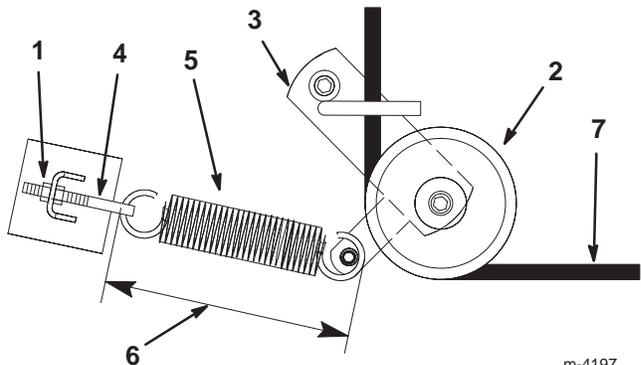

Bild 61
4. Lockern Sie die äußere Mutter an der Feder-Augenschraube (Bild 61).
6. Entfernen Sie die federgespannte Spannscheibe (Bild 61).
7. Führen Sie den neuen Riemen durch den Spannarm (Bild 61).
9. Ziehen Sie die äußere Mutter an der Feder-Augenschraube fest (Bild 61).
Hinweis: Prüfen Sie die Federlänge. Die eingebaute Feder sollte 238 ± 3 mm lang sein. Nehmen Sie bei Bedarf die notwendige Einstellung vor (Bild 61).